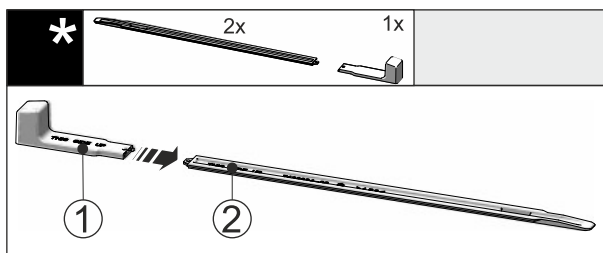

Fig. 48
- Pielieciet montāžas rokturi Fig. 48 (1) pie līmeņošanas sliedes Fig. 48 (2).